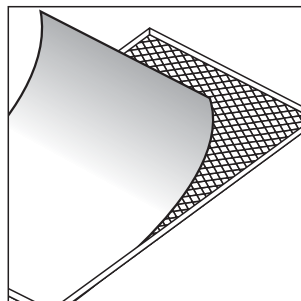

Figure 8—Retirez la toile avant de peindre la grille.
4. Avant de peindre la grille, retirez la toile qui revêt l'intérieur de la grille (figure 8). Placez-la sur une surface propre et plate pour qu'elle ne se froisse pas.